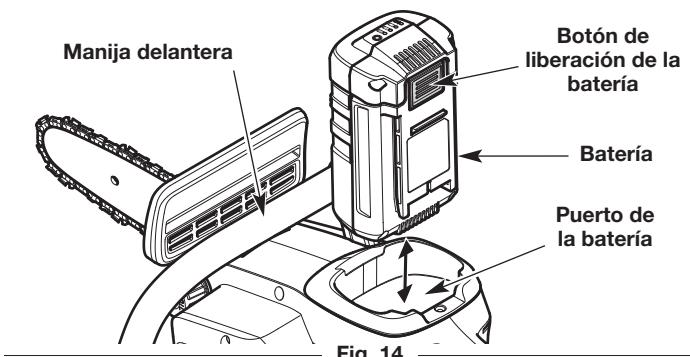

Fig. 14
1. Agarre con firmeza la manija delantera (Fig. 14).
2. Deslice la batería en la base de carga la batería (Fig. 14). Oprima la batería con firmeza hasta que quede trabada en su lugar (Fig. 14). Debería escuchar un "clic".
2. Presione el botón de liberación de la batería para destrabarla (Fig. 14).
3. Extraiga la batería del puerto de la batería (Fig. 14).